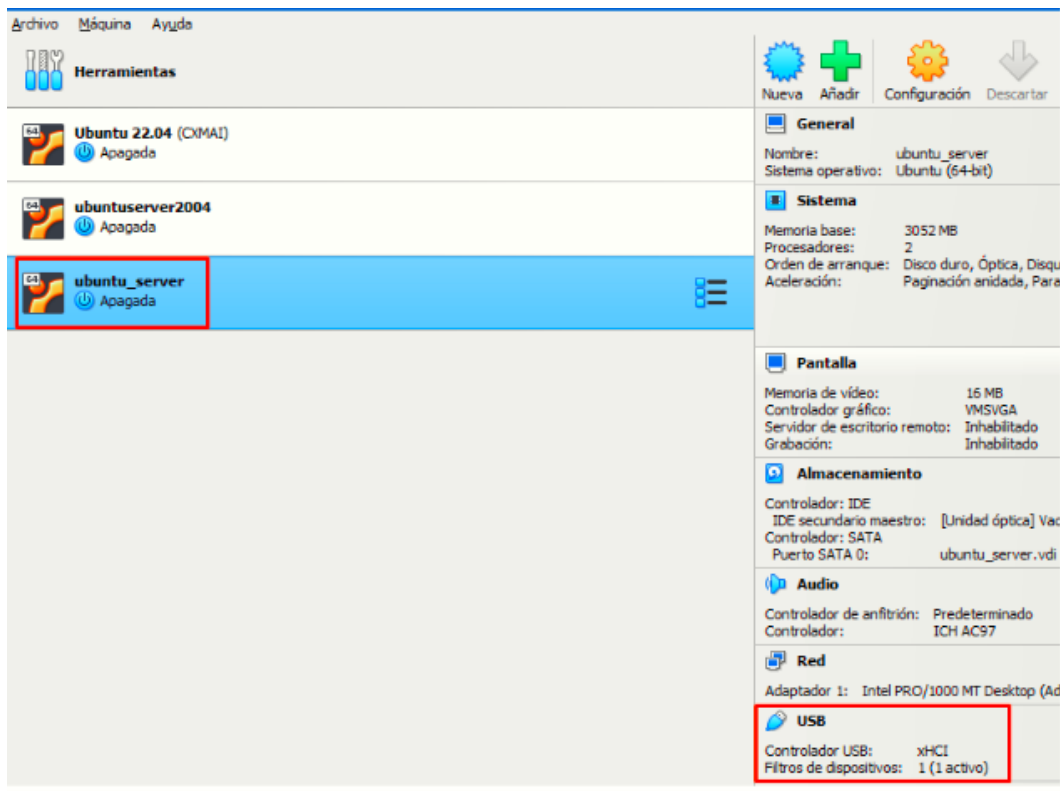

Figura 43: Configuración de controlador USB en virtualbox.
- I. Configurar el controlador USB de la máquina virtual en VirtualBox, como se muestra en la Figura 43.